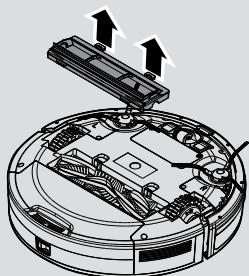

Fig. 12
2. Appuyez sur les attaches de la semelle pour retirer le couvercle de l'agitateur. [Fig. 12]